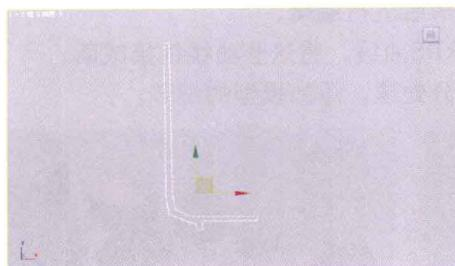
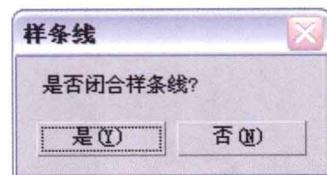

图1.5
图1.6
- 01 在“创建”命令面板中单击 【图形】按钮进入到“图形”命令的“创建”命令面板中，然后选择 【线】按钮，在“前”视图中用鼠标单击创建出如图1.5所示的图形。要闭合图形，最后单击第一点，弹出“样条线”对话框，如图1.6所示，单击【是】按钮，闭合图形。